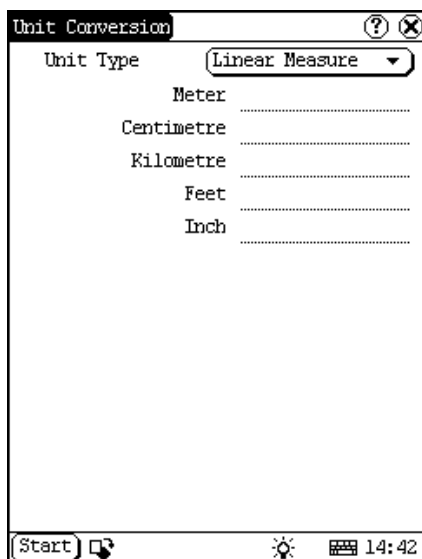

Рисунок 4-07
- Конвертер единиц калькулятора (см. рисунок 4-07):